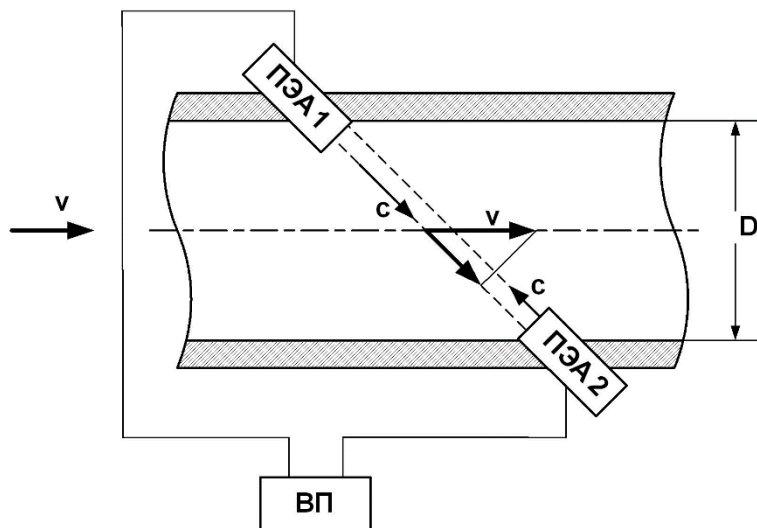

Рис.1 - Схема прохождения УЗС
1.5.1.2 ПЭА устанавливаются в измерительный участок (ИУ) по диаметру (см. рис.1), образуя первичный преобразователь расхода (ПП).